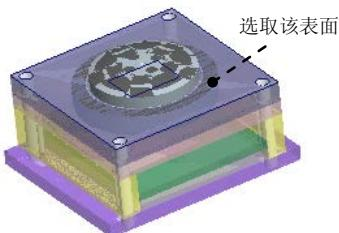

图 30.28 定义偏移参考平面
Step2. 创建基准面。单击 **模型** 功能选项卡 **基准** ▾ 区域中的“平面”按钮 。以图 30.28 所示的表面为偏移参考平面，偏移方向朝上，偏移距离值为 60.0，单击 **确定** 按钮。